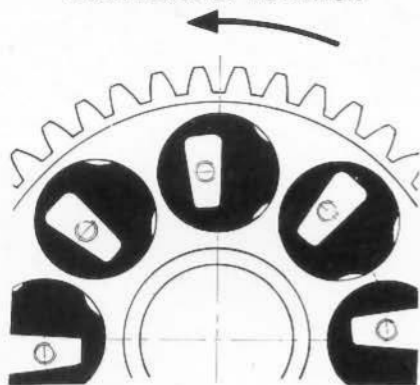

Fig. 125
- 2) Osservare il verso di montaggio degli elementi in gomma del parastrappi (vedere Fig. 119 e Fig. 125).